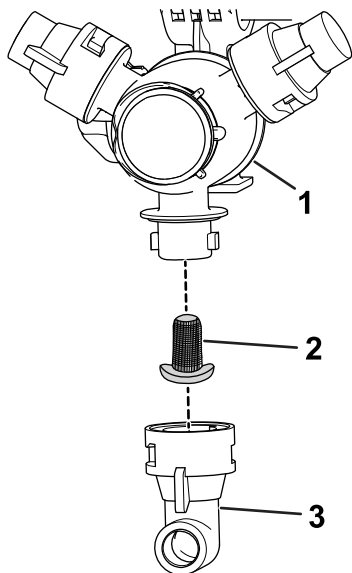

图 98
2. 从喷嘴转动架卸下喷嘴图 98。
3. 拆下旧喷嘴过滤器图 98。
4. 安装新喷嘴过滤器图 98。
5. 将喷嘴安装到喷嘴转动架上图 98。